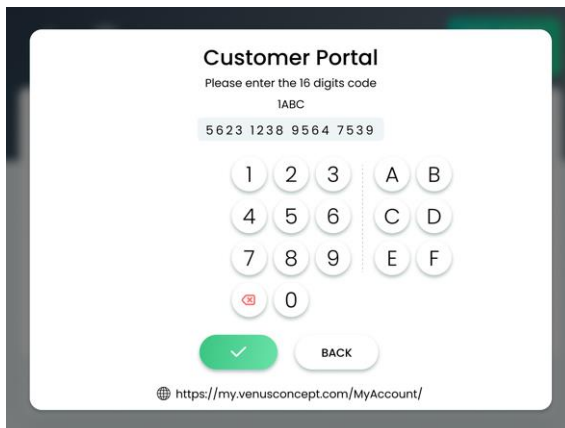

Figura 6-15. Pantalla de portal de clientes
3. En la pantalla de configuración, pulse el icono **Activate** (Activar), como se muestra en la Tabla 6-1; aparecerá la pantalla Customer Portal (Portal de clientes), como se muestra en la Figura 6-15.